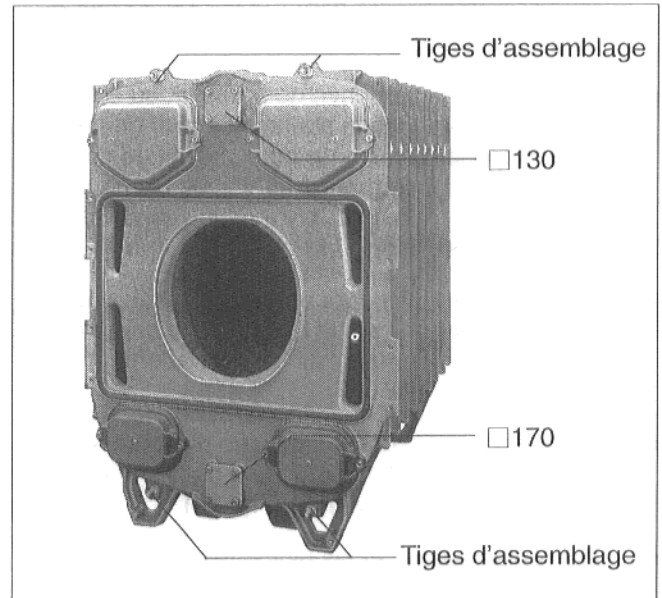

Fig. 17
- Placer les tiges d'assemblage, à gauche et à droite, en haut et en bas, près des alésages de la chaudière dans les ergots en fonte (Fig. 17).